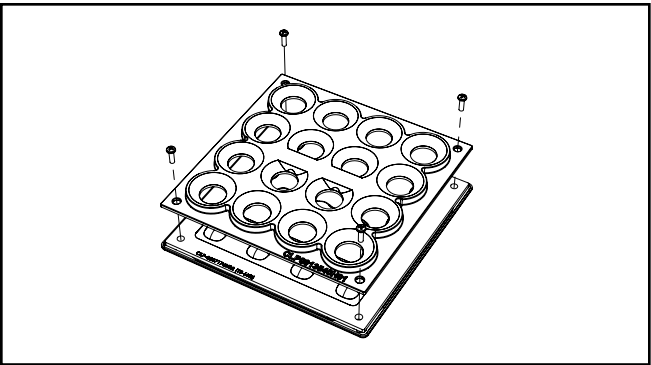

Figure 1.
- 8. Retire el anillo de ajuste y coloque el escudo sobre el cuadrado de luz según se muestra. (Fig. 1).